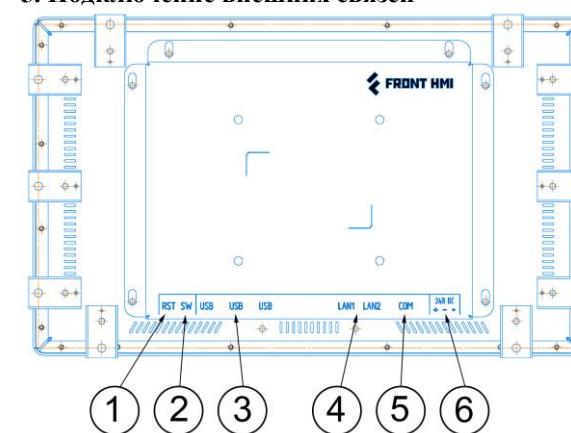

Рисунок 4 – Внешний вид тыльной стороны устройства
**Примечание:** При некорректной работе или зависании панели следует использовать аппаратный сброс устройства, кнопка (1) которого расположена на нижней части прибора (Рис.4). Кнопку сброса следует нажимать пластиковым штоком из комплекта поставки или любым другим неметаллическим предметом подходящего диаметра. После нажатия сброса при наличии внешнего питания панель перезагрузится, в противном случае – выключится.
Таблица 4 - Режимы DIP переключателя (2) на боковой панели (Рис.4)